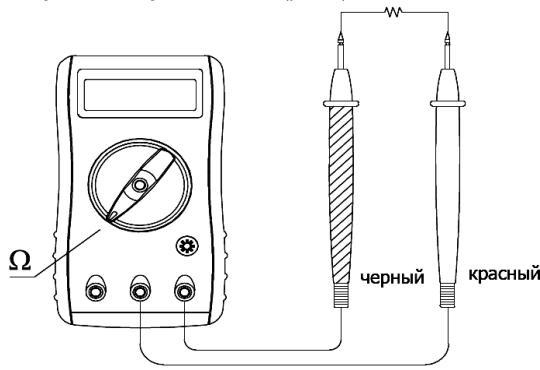

Рис.6
**Е. Измерение сопротивления (рис.6)**